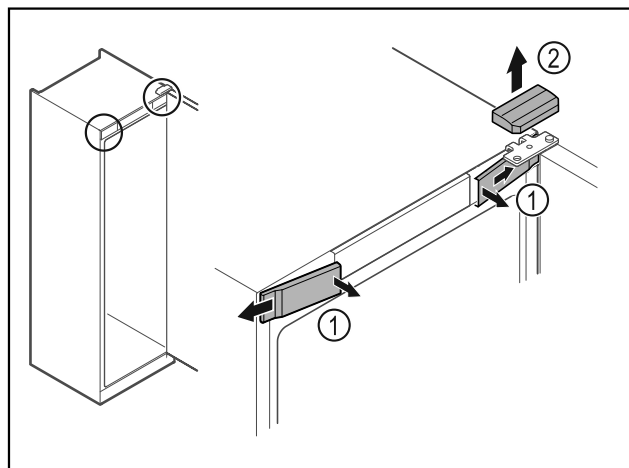

Fig. 8*
- Disinnestare le coperture anteriori Fig. 8 (1) dall'interno ed estrarle lateralmente.*
- Rimuovere la copertura superiore Fig. 8 (2) sollevandola verso l'alto.*